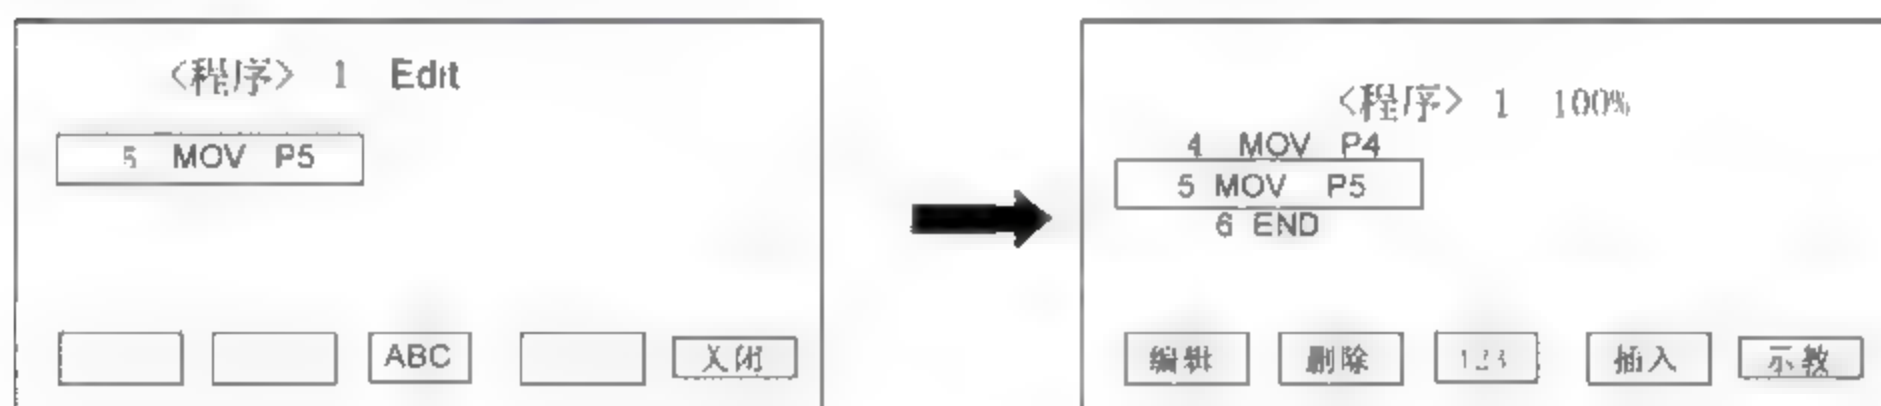

图 4-11 程序修改完成界面
(4) 输入 MVS 指令,再按下 EXE 键,确认修改完成,如图 4-11 所示。